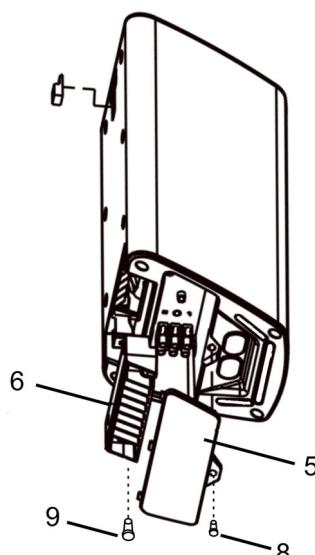
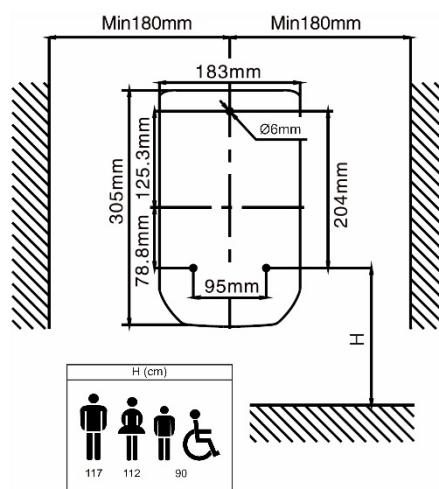
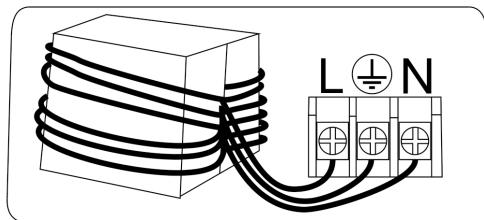

Fig. 2
Fig. 3
Fig. 5
- (Fig./Рис. 3) Убедитесь, что место установки соответствует указанным минимальным зазорам. Мы рекомендуем вам подобрать высоту, на которой вы устанавливаете устройство, в зависимости от того, должно ли оно быть установлено для использования мужчинами, женщинами, детьми и инвалидами.
- Как показано на Fig./Рис. 2, при помощи отвертки, открутите фиксирующий винт (9) на нижней части прибора, потяни вниз поддерживающую опору (6), просверлите 3 отверстия Ø6мм x 30мм глубиной согласно разметке на Fig./Рис.3.
- Если устройство установлено с кабелем, встроенным в стену, сначала удалите винт (8) (Fig./Рис. 2) с нижней крышки (5) и отсоедините оригиналный кабель от сушилки. Заведите кабель из стены в прибор и подключите питание согласно Fig./Рис. 5: L-фаза (коричневый), N-нейтраль (голубой) и земля (желто-зеленый). После выполнения подключения можно закрыть нижнюю крышку (5).